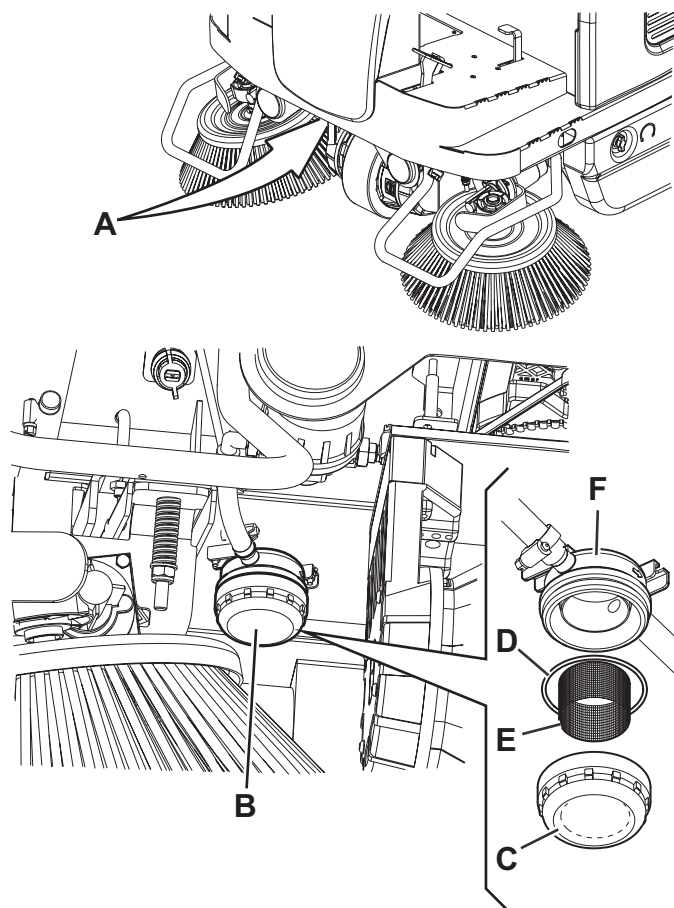

Abbildung 20
2. Den Zündschlüssel (61) auf „0“ drehen und die Feststellbremse anziehen.
3. Von der Unterseite des Geräts (A, Abb. 20) sich Zugang zur Wasserfiltergruppe (B) der Staubabscheidungsanlage verschaffen.
4. Den durchsichtigen Deckel (C) mit Dichtung (D) abnehmen und Siebfilter (E) entfernen.
5. Reinigen und in der Halterung (F) anbringen.
- (B): Sicherung F1 (25 A) Saugmotor.
- (C): Sicherung F2 (25 A) Filtrerrüttlermotor.
- (D): Sicherung F3 (3 A) Display-Platine.
- (E): Hauptsicherung F4 (10 A) (Stromkreis Zündschlüssel).
- (F): Sicherung F5 (5 A) Staubabscheidungsanlage (Option).
- (G): Sicherung F6 (25 A), Hubeinrichtung Abfallbehälter.
7. Die Schrauben (H, Abb. 20) entfernen, den Deckel (I) des Gehäuses der elektrischen Komponenten (49) abnehmen.
- (J): Sicherung FA (50 A) Hauptkehrwalzenmotor.
- (K): Hauptsicherung F0 (150 A).